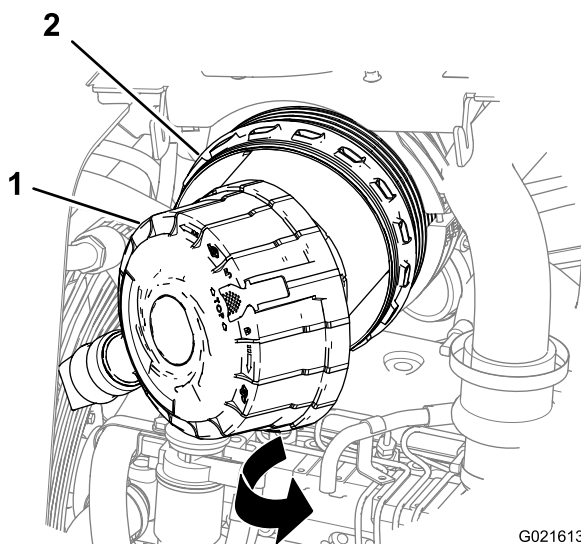

Figure 50
4. Écartez le couvercle du boîtier du filtre à air et déposez-le (Figure 50).
2. Alignez le couvercle du filtre à air sur son boîtier (Figure 50).
3. Avec un chiffon humide propre, nettoyez l'intérieur du boîtier du filtre à air (Figure 50).
3. Nettoyez l'intérieur du boîtier du filtre à air avec un chiffon propre humide (Figure 50).